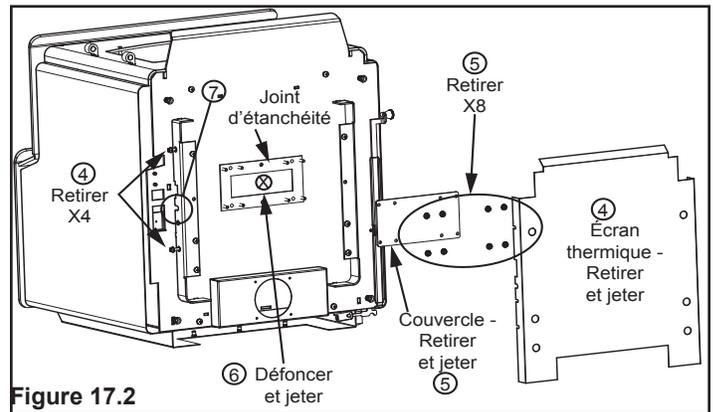

Figure 17.2
- Couchez l'appareil sur son dos, sur une surface rembourrée ou une palette (**Figure 17.2**).
- Retirez l'écran thermique en desserrant les quatre boulons à l'aide de la clé ouverte 3/8 (**Figure 17.2**).
- Retirez les 8 écrous maintenant le couvercle à l'aide de la clé à douille 7/16; jetez le couvercle (**Figure 17.2**).
- Retirez l'alvéole défonçable du bas de la boîte à feu à l'aide du marteau (**Figure 17.2**).
3. Couchez l'appareil sur son dos, sur une surface rembourrée ou une palette (Figure 17.2 à la page 17).
4. Retirez l'écran thermique en desserrant les quatre boulons à l'aide de la clé ouverte 3/8 (Figure 17.2 à la page 17).
5. Retirez les 8 écrous maintenant le couvercle à l'aide de la clé à douille 7/16; jetez le couvercle (Figure 17.2 à la page 17).
- Retirez l'alvéole défonçable du bas de la boîte à feu à l'aide du marteau (**Figure 17.2 à la page 17**).